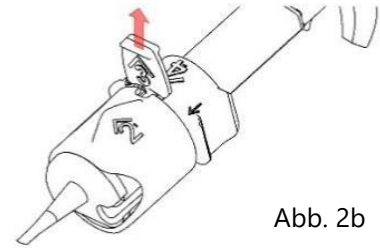

Abb. 2b
6. Entfernen Sie den mit '3' gekennzeichneten roten Stopper, in dem Sie diesen nach oben herausziehen (Abb. 2b) und entsorgen Sie ihn